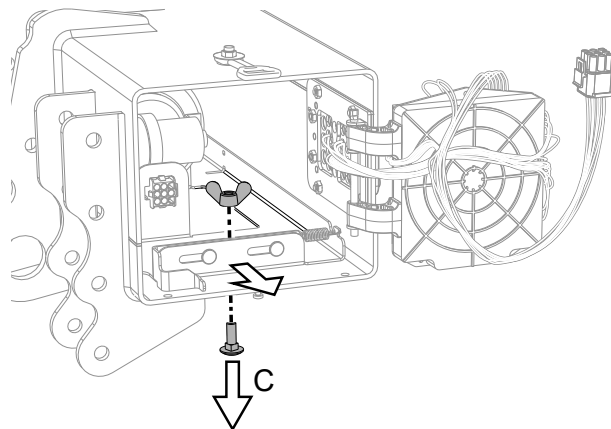
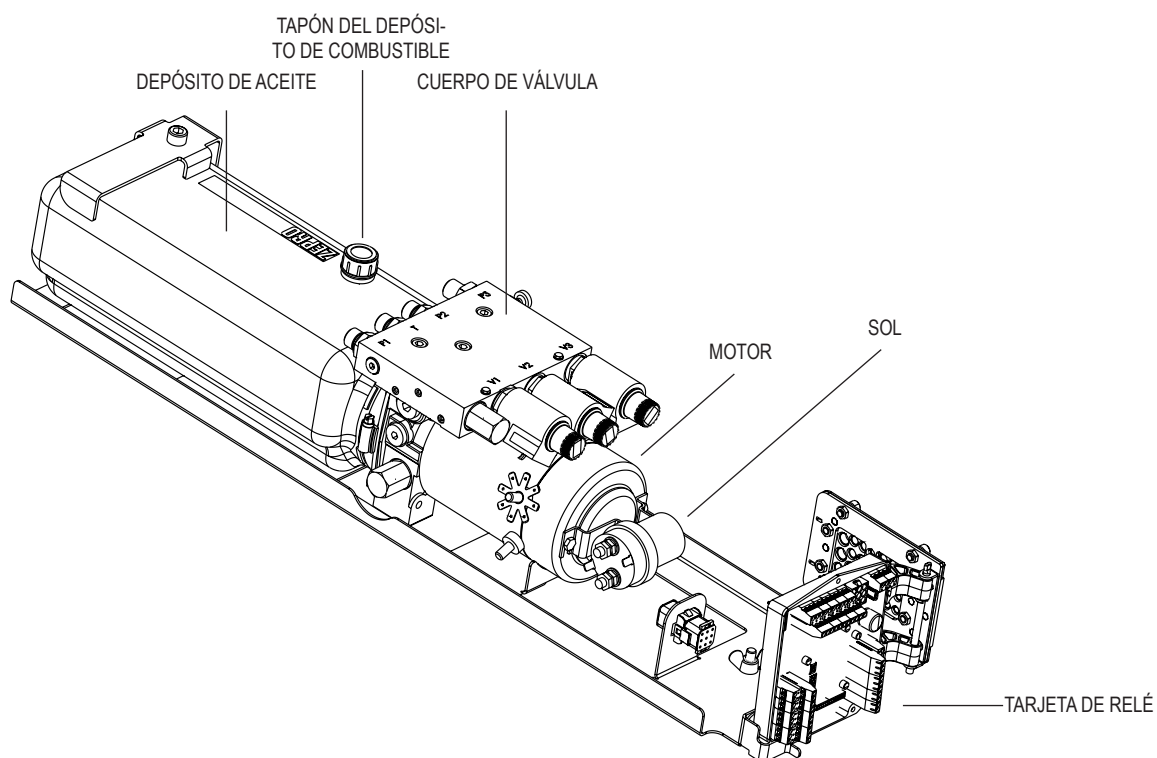

Imagen 22. Liberación del grupo hidráulico
Imagen 24. Grupo hidráulico y tarjeta de relé
4. Liberar el grupo hidráulico, para ello aflojar la tuerca de mariposa y el tornillo correspondiente (C), véase Imagen 22 y retirar el grupo hidráulico hasta que la tapa del depósito sea accesible, véase Imagen 24.